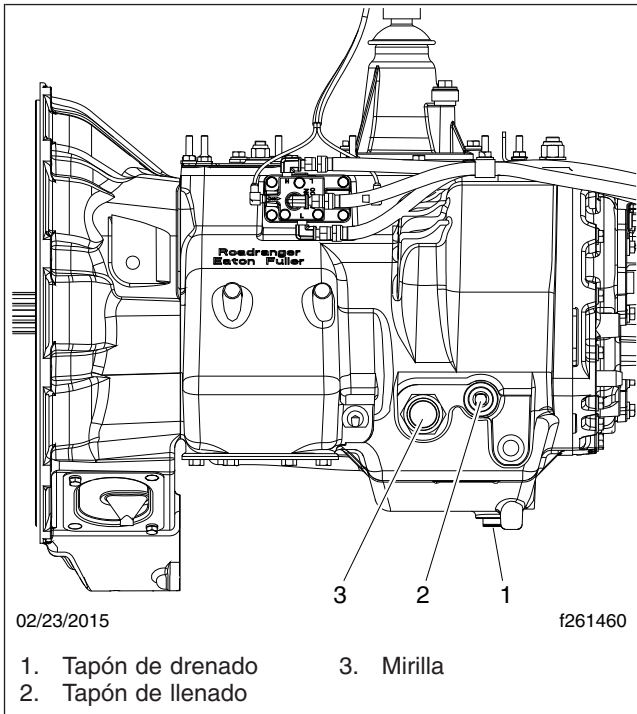

Figura 4, Transmisión Eaton Fuller equipada con mirilla
1. Limpie la mirilla del nivel de aceite. Vea la Figura 4.